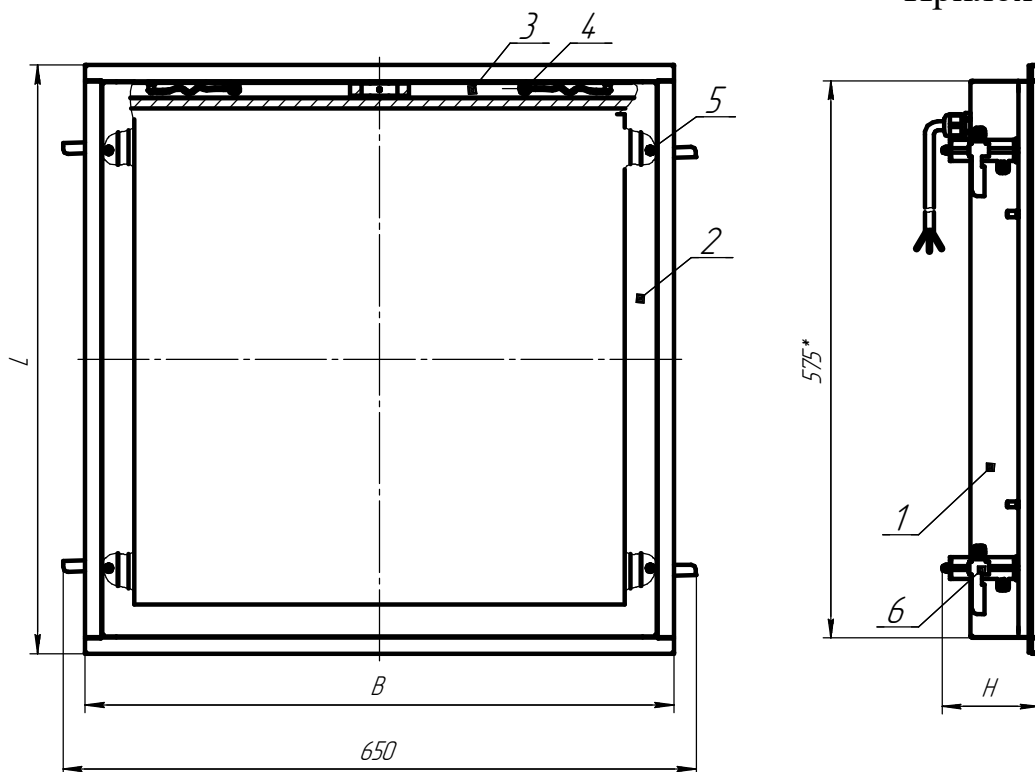

Рис.1 Общий вид светильника.
4.2 Светильник состоит: из корпуса в сборе поз.1, в котором размещена электрическая схема; обечайки декоративной поз.2, обечайки в сборе поз.3 которая закреплена на корпусе в сборе при помощи фиксирующих винтов поз.4 и подвесов поз.6 рисунок 1.
- 6.3. Снимите декоративную обечайку поз.2 рисунок 1
- 6.12. Снимите декоративную обечайку поз.2 рисунок 1